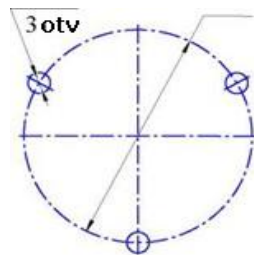
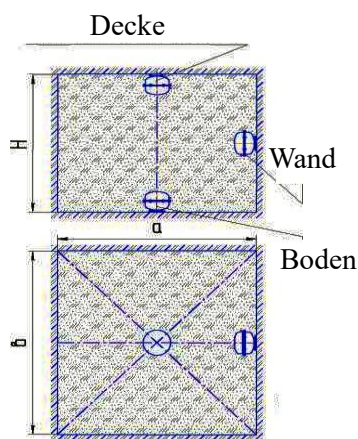

Bild 3
Bild 4
6.2 Die Aufhängung 8 kann unter der Decke (Bild 1) oder die Aufhängung 9 (Bild 2) kann an der Wand angebracht werden. Bitte markieren Sie die Stellen für die Befestigung der Aufhängung wie auf dem (Bild 3) und an der Wand gem. (Bild 4) dargestellt.
6.6 Die Konfiguration der Pulverausbreitung und die Darstellung der Löschflächen bei der Deckenbefestigung ist auf Bild 3 und den Tabellen 3 und 4, bei der Wandbefestigung auf Bild 4 und in der Tabelle 5 dargestellt.